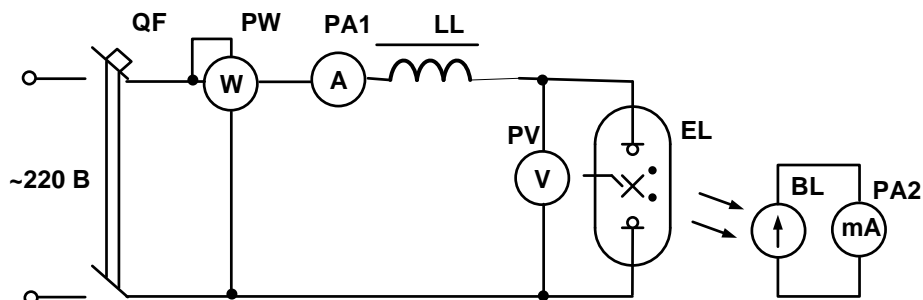

Рис.3.1. Схема испытаний четырёх электродной лампы ДРЛ.
2. По типовой схеме включения четырёх электродной лампы ДРЛ рис.3.1 уяснить основные элементы и узлы, их назначение и принцип работы.
3. Соберите схему рис.3.1 с включением необходимых измерительных приборов и под наблюдением преподавателя проведите испытания и снимите
На рис.3.1. Представлена схема испытания четырёх электродной лампы высокого давления типа ДРЛ. За счёт внутренних вспомогательных электродов обеспечивается зажигание лампы EL и её разгорание с переходом дугового разряда на основные рабочие электроды. Ограничение тока лампы на уровне нормированного рабочего значения обеспечивается дросселем LL.